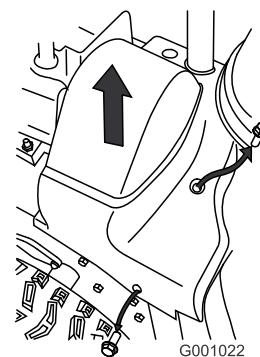

Рисунок 47
2. Поднимите правую сторону крышки ремня (Рисунок 47).